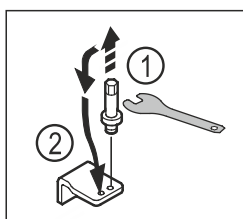

Fig. 19
- Čap dolnej ložiskovej kontroly vyskrutkujte vonkajším kľúčom na šesťhrannú maticu SW5. Fig. 19 (1)
- Nasadíte čap na opačnú stranu. Fig. 19 (2)